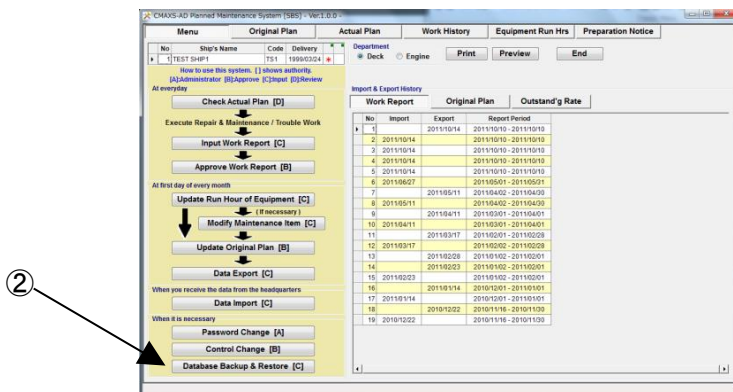

図 15-3 Menu 画面
- (1) データベースを復旧させる前に、外部メディア(CD、DVD、USB メモリ等)に保存したバックアップファイルを PC 内の適当なフォルダに保存してください。
- (2) "Menu"画面(図 15-3)で、[Database Backup & Restore]ボタンをクリックしてください。